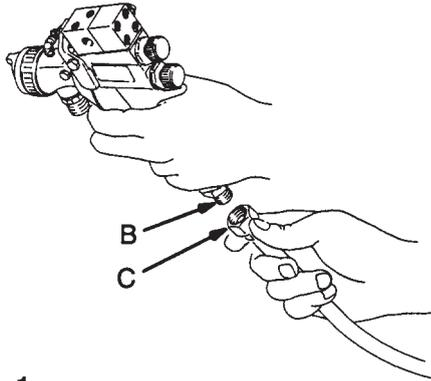

Fig. 1
- A. Luftschlauch (C) an den 1/4 NPSM Pistolenlufteingang (B) anschliessen. Siehe Abb. 1.